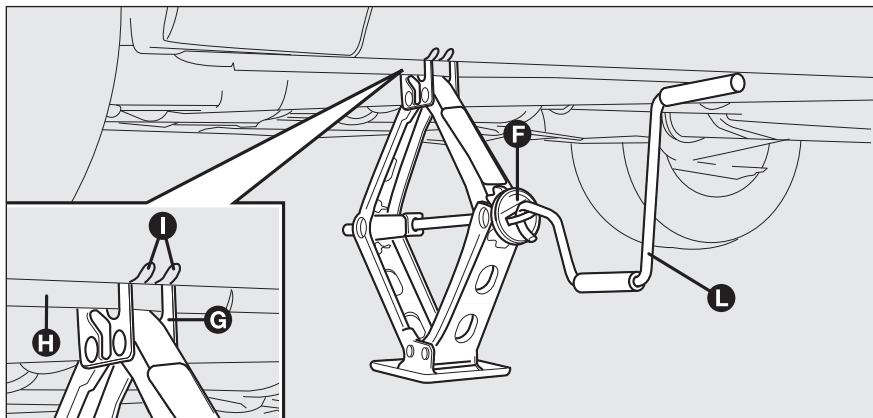

fig. 12
- azionare il dispositivo **F-fig. 12** in modo da distendere il cric, sin quando la scanalatura **G-fig. 12** sulla parte superiore del cric si inserisce correttamente sul profilo inferiore **H-fig. 12** ricavato sulla scocca in corrispondenza dell'indicazione **I-fig. 12** (a circa 72 cm dal centro ruota anteriore oppure 75 cm dal centro ruota posteriore);
- inserire la manovella **L-fig. 12** per permettere l'azionamento del cric e sollevare la vettura, sino a quando la ruota si alza da terra di alcuni centimetri;
- azionare la manovella **L-fig. 12** del cric in modo da abbassare la vettura ed estrarre il cric;